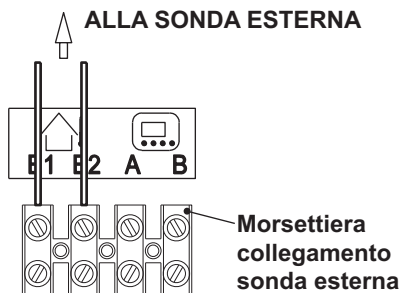

Figura 5.23
- Collegare ai morsetti **E1** e **E2** della morsettiera i due conduttori elettrici come indicato in Figura 5.23.